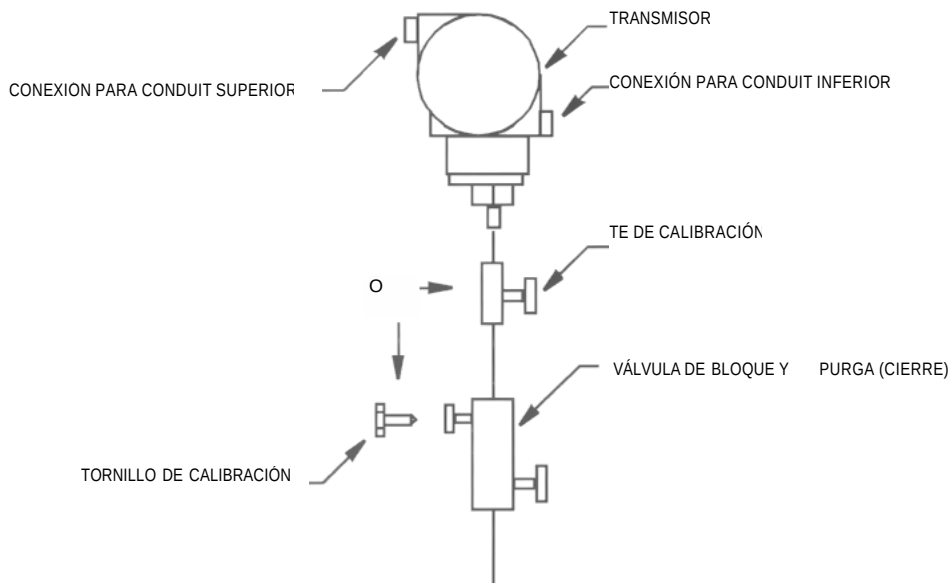

Figura 7. Tuberías típicas de los transmisores (se muestra el IGP10)
La figura 7 muestra una aplicación típica de tubería. La presión de alimentación para calibración se puede aplicar a través de una Te de calibración o del tornillo de calibración. La conexión para conduit inferior se puede utilizar como drenaje para la humedad condensada en el compartimento de terminales. Para los modelos de transmisores IAP20 e IGP20, apriete los tornillos de los conectores del proceso a un par de 61 N.m (45 lb.ft) y los tapones de drenaje y los tornillos de purga a un par de 20 N.m (15 lb.ft).
2. Los transmisores IAP10 e IGP10 montados directamente en la tubería del proceso o en un depósito a presión como se muestra en la figura 7, pueden requerir el uso de una válvula de bloqueo (mostrada en el dibujo) para cumplir los requisitos ASME, Códigos B31.1 y B31.3.